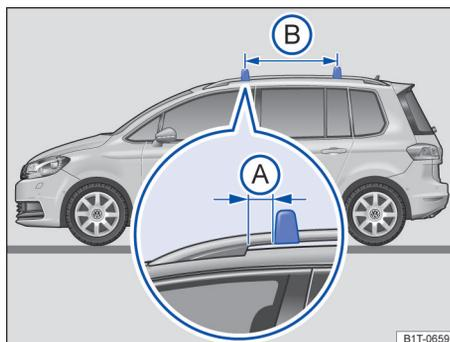

图 213 配备车顶行李架基架的汽车：行李架杆的固定点
行李架杆安装在车顶行李架基架上。同时前行李架杆与前车顶行李架脚→图 213(A)之间的距离为 5 cm。行李架杆的相互距离(B)应大约为 75 cm。
- 行李架杆只能安装在平行箭头→图 213(B)之间。